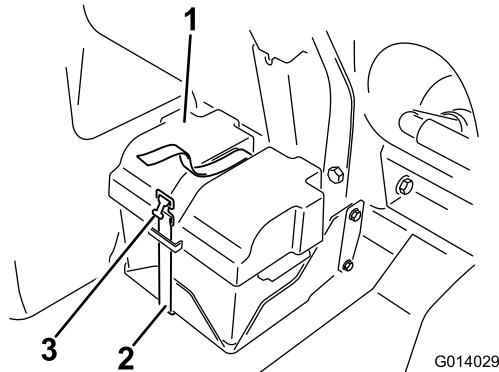

Bild 81
4. Montieren Sie die Batterieabdeckung und befestigen sie mit dem vorher entfernten Riemen (Bild 81).